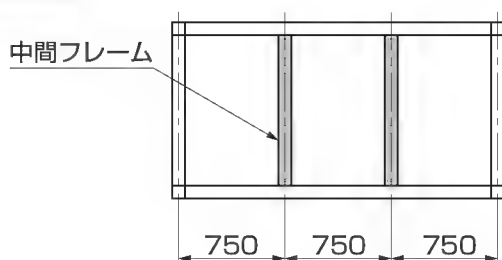

図5-1
- 中間フレームのピッチが750mmになっていることを確認してください。(図5-1参照)